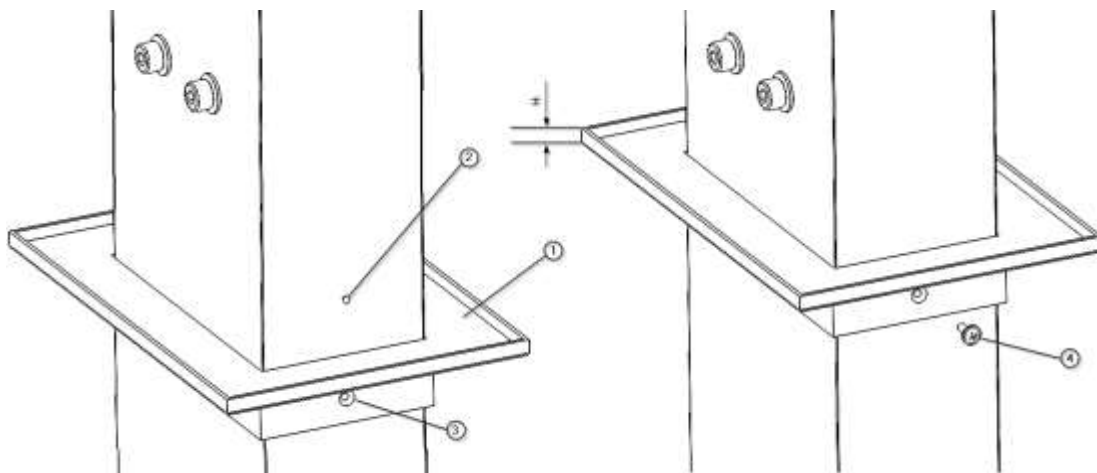

Abb. 8 Montage der Dachblende des Fallrohrs
- Bringen Sie die Fallrohrblende ① (vormontiert) in die endgültige Position und markieren Sie die Bohrung ② für die selbstschneidende Schraube ④ anhand der Bohrung in der Blende ③. Bohren Sie mit einem 3-mm-Bohrer.
- Befestigen Sie schließlich die Abflussblende ①, indem Sie die selbstschneidende Schraube ② wie in Abbildung 8 gezeigt eindrehen.